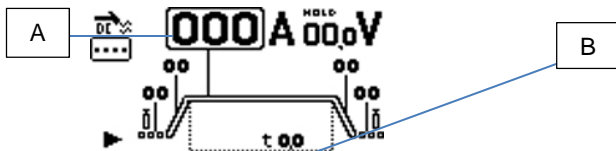

Fig.5
**POINTAGE.** Choisir le courant de soudure (fig. 5 réf. A) et le temps de pointage (fig. 5 réf. B) par le codeur **S1**, en le tournant jusqu'au paramètre souhaité et en le pressant pour en configurer les valeurs.